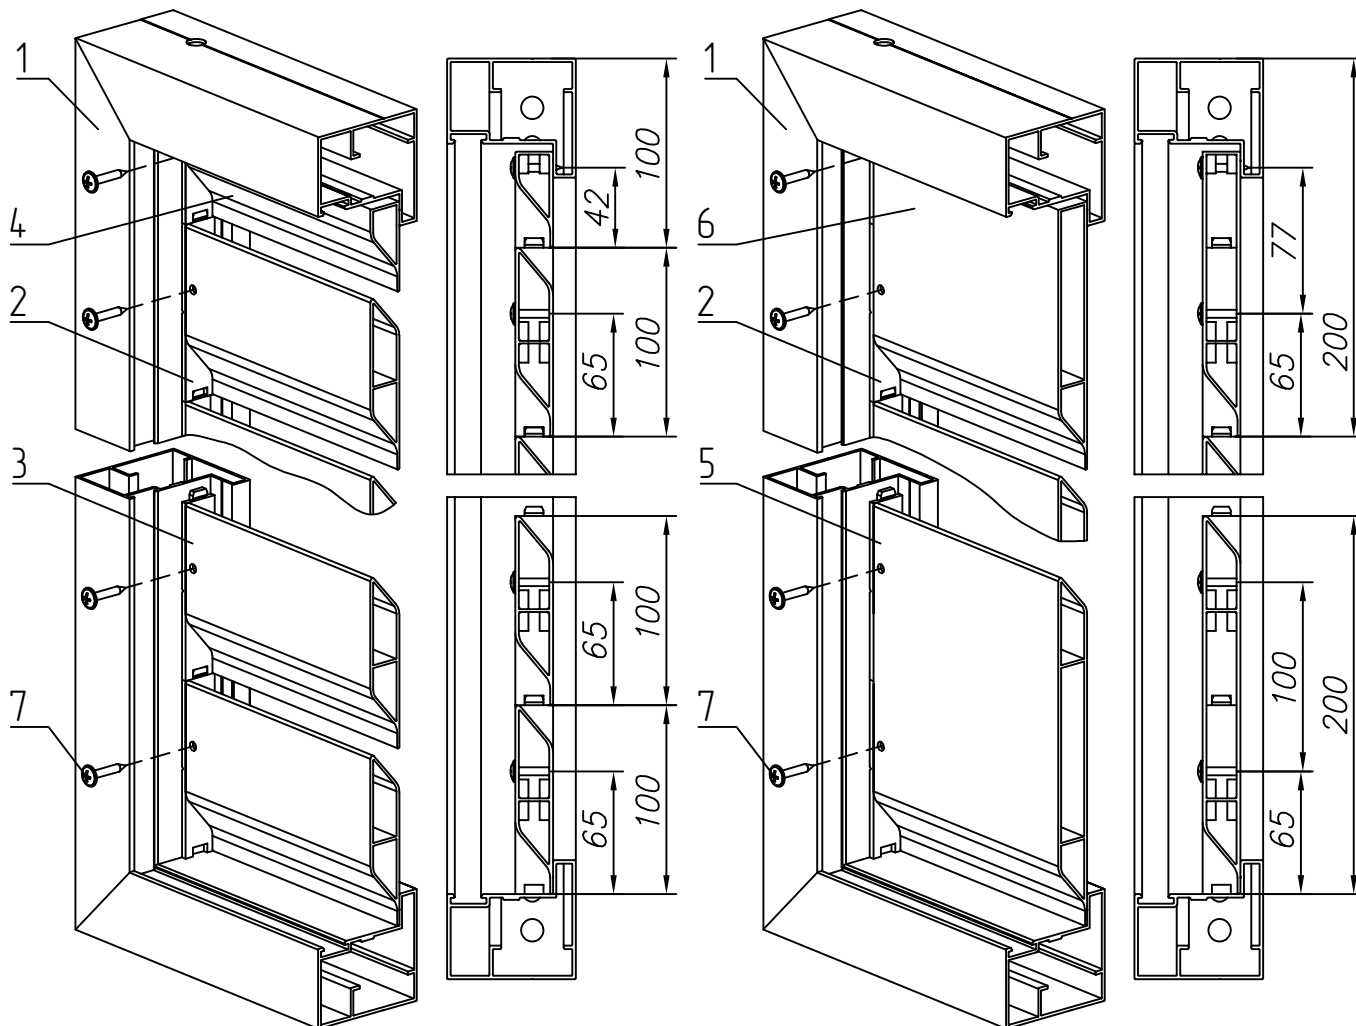
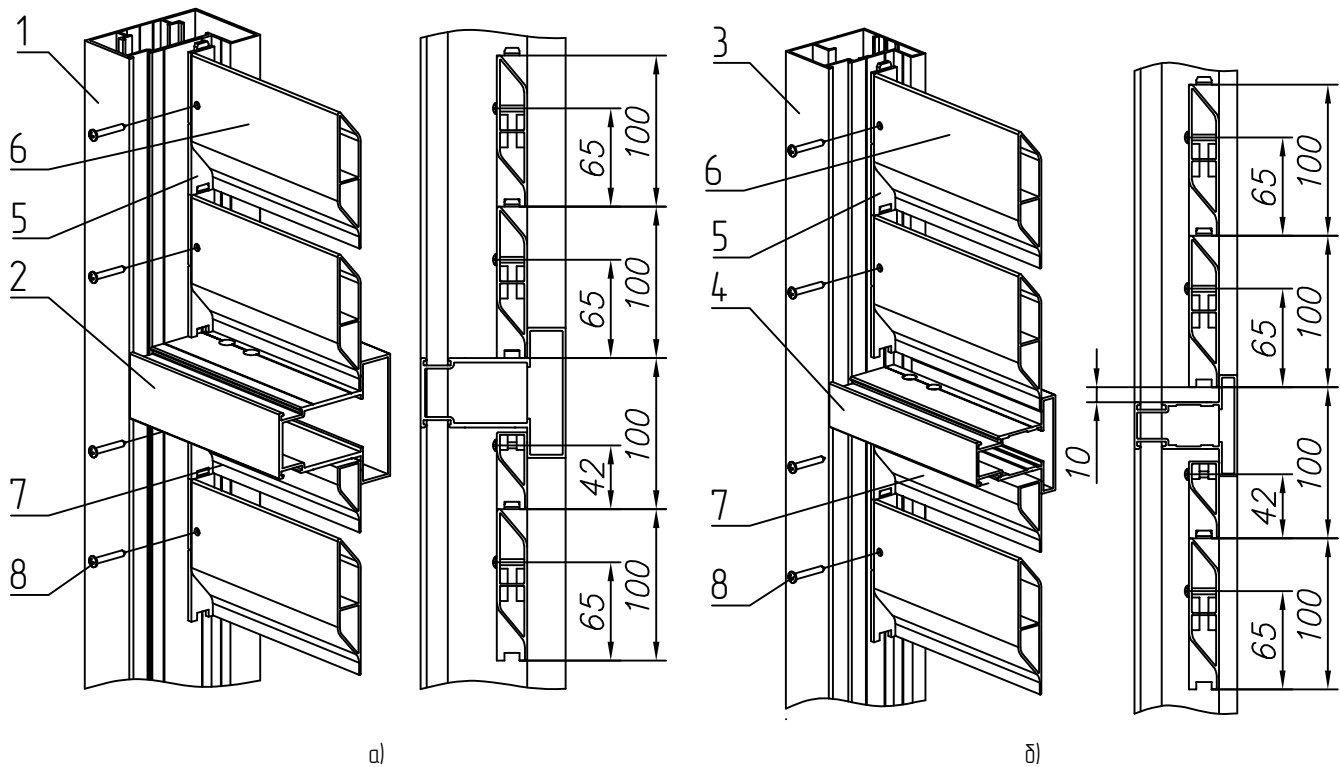

Рис. 8.20 – заполнение из алюминиевых профилей "жалюзи":
Рис. 8.21 – заполнение из алюминиевых профилей “жалюзи”:
Через отверстия в установленных профилях заполнения просверлить отверстия $\varnothing 3,2...3,5$ мм в одной стенке створки 1 (рис.8.20) или стойки 1 (рис.8.21) и зафиксировать винтами самонарезающими 3,9х28 ISO7049.
- нижнее окно заполняется аналогично изделию без импоста (рис.8.20),
- при изготовлении изделия на профиле 96мм нижний профиль заполнения устанавливается вплотную к импосту (рис.8.21а).
- при изготовлении изделия на профиле 68мм нижний профиль заполнения устанавливается на расстоянии 10мм от импоста (рис.8.21б).